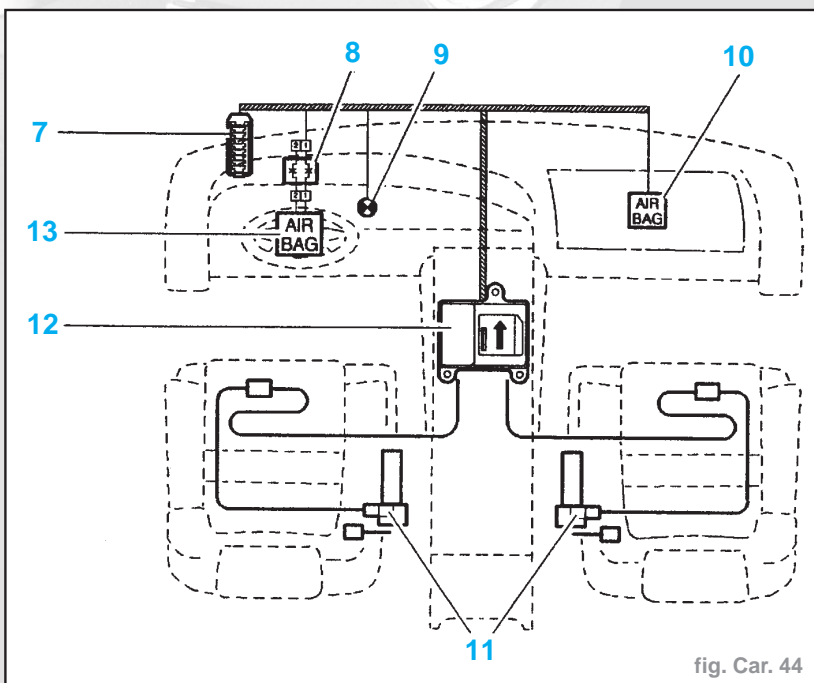

fig. Car. 44
**COMMANDE CENTRALISÉE DES ÉLÉMENTS PYROTECHNIQUES PRÉSENTATION** (fig. Car. 44)